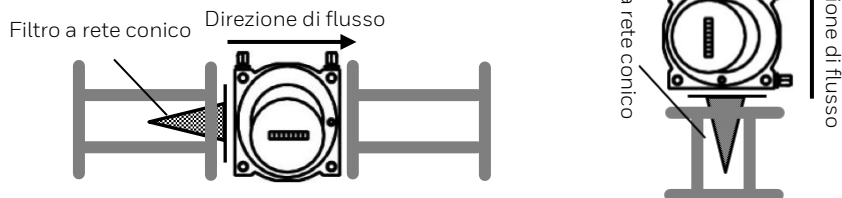

Fig. 11 | Montaggio filtro a rete conico
- Svitare il bocchettone di carico olio (fig. 11 | n° 1) conformemente alla posizione di montaggio.
- Se c'è un tappo di controllo del livello olio (fig. 11 | n° 2) integrato, svitarlo.
- La quantità d'olio è corretta, se è visibile nei passi filettati del foro di controllo del livello olio (fig. 11 | n° 2) o al centro del tubo di livello.
- Togliere l'olio dal contatore (vedi fig. 11 | n° 3 bocchettone di scarico olio).